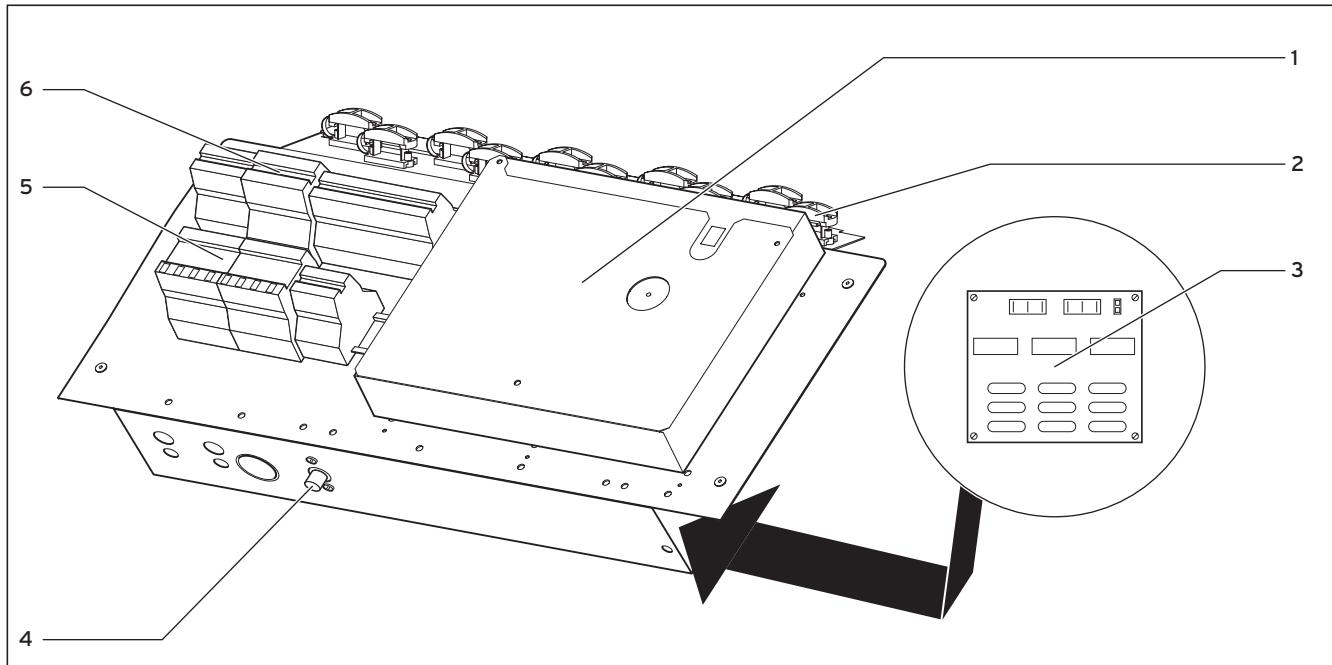

Рис. 5.1 Распределительная коробка
#### Пояснение к рис. 5.1
- Монтируйте плату ограничителя пускового тока под платой регулятора, как это описано в руководстве по нему (см. рис. 5.1).